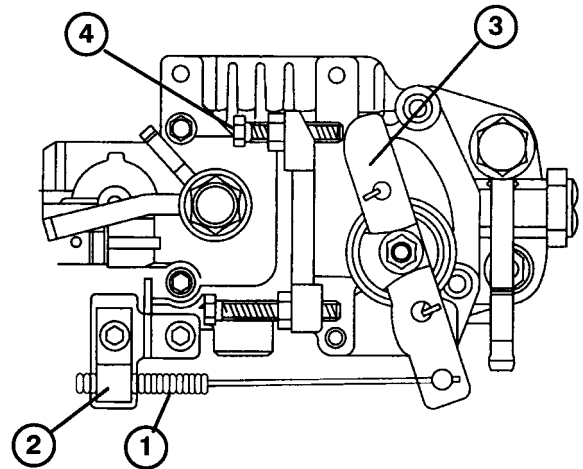

図 37
1. エンジン側のスロットル・コントロール・レバー(図 37)を SLOW 位置にセットする。
2. ケーブルをエンジンに固定しているケーブル・クランプのネジ(図 37)をゆるめる。
3. 速度コントロール・レバーがアイドル調整ネジに当たるまでケーブルをしっかりと引く(図 37)。
2. アイドル調整ネジ(図 37)のロックナットをゆるめる。